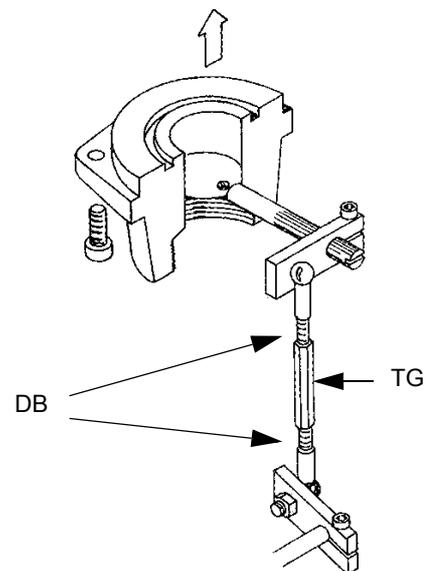

Рис. 27
- 3 Включите горелку в режим малого пламени. Для изменения расхода газа ослабьте гайки DB (Рис. 27) и отрегулируйте угол открытия дроссельного клапана, поворачивая анкерный болт TG (вращение по часовой стрелке увеличивает расход газа, против часовой стрелки - уменьшает). Прорезь на торце оси дроссельного клапана показывает угол открытия по отношению к горизонтальной оси. (Рис. 28).